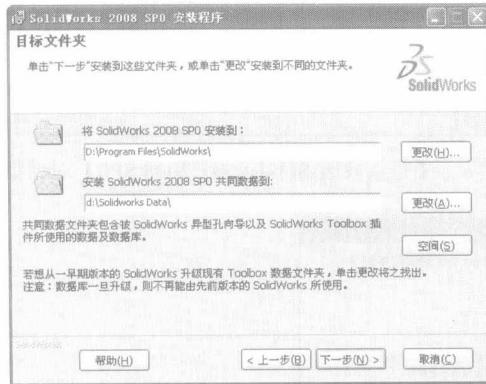

图 1-3 【目标文件夹】对话框
(3) 选中【SolidWorks】单选按钮, 然后单击【下一步(N)>】按钮, 进入【目标文件夹】对话框, 如图 1-3 所示。